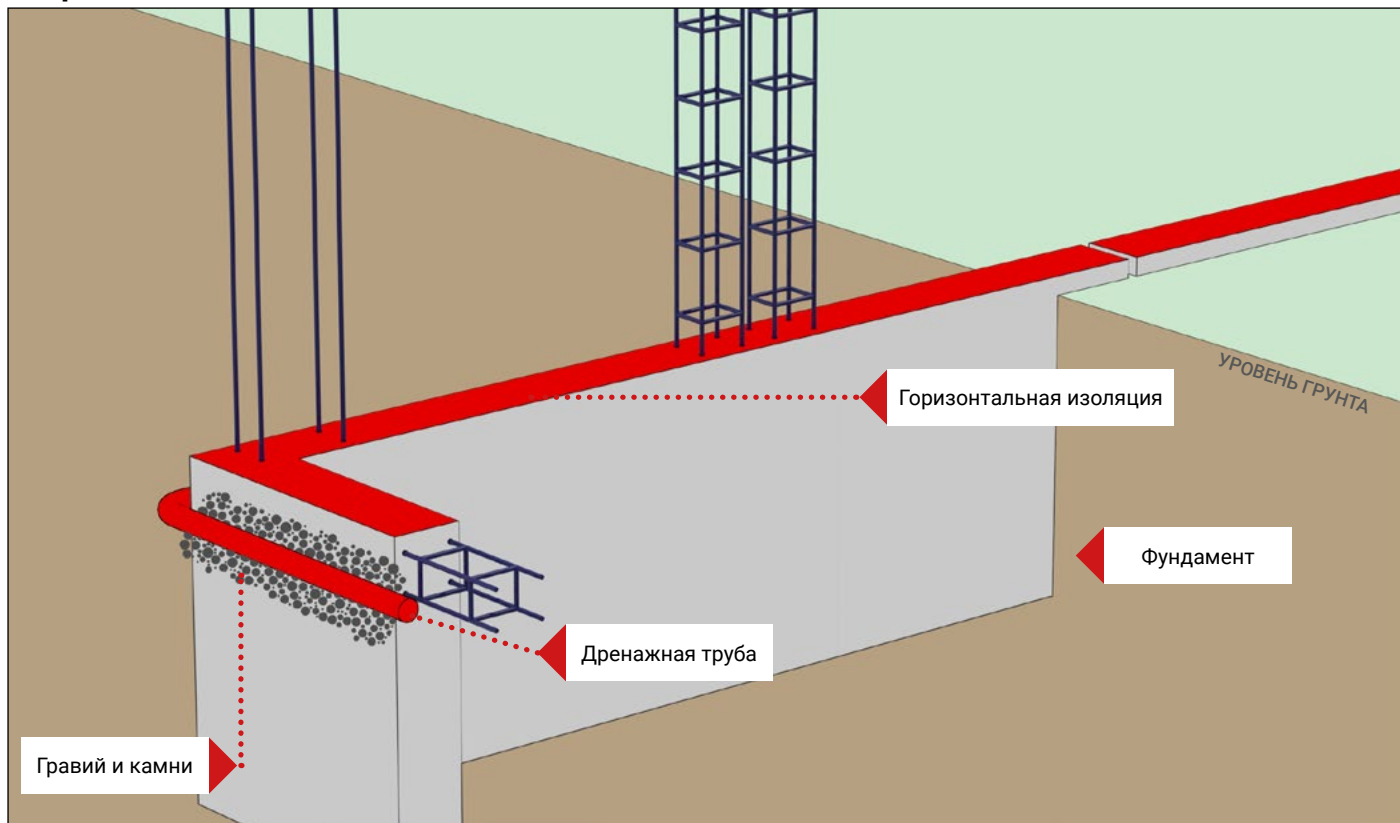

Рис. 10
5. Разместите вертикальную арматуру в местах, где запланированы столбы. Если в проекте планируются отдельно стоящие горизонтальные столбы или высота столбов выше 2 метра, то в таких случаях должна использоваться арматура толщиной прутка не ниже М12. И расположение арматуры должно быть перпендикулярно основной линии фундамента (рис. 10)
7. Нанесите на фундамента горизонтальную эластичную гидроизоляцию (например, цементную одно или двухкомпонентную), которая защитит ограждение от капиллярного подъема воды со стороны грунта (рис. 10).